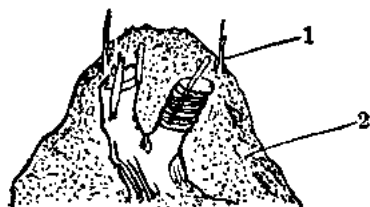

图 5
当全植株嫁接后，在植株半径 30 厘米的范围内撒一些 6% 可湿性 666 粉防治蚁类、地老虎、蝼蛄等咬食幼芽，同时还要挖取附近松细土壤，小心覆盖接过的砧木与接穗。覆土厚度以高于接穗顶部 1 厘米为度（图 5），以便保温保湿，遮光透气。
嫁接后往往砧木上先萌发较多的萌蘖枝^②，这种萌蘖枝消耗养分，影响接穗的成活和生长，要随时注意抹除。抹除萌蘖时要扒开所覆盖的土壤，为了避免碰动接穗，在嫁接覆土同时，用枯树枝插于接穗旁，作为标志（图 5）。